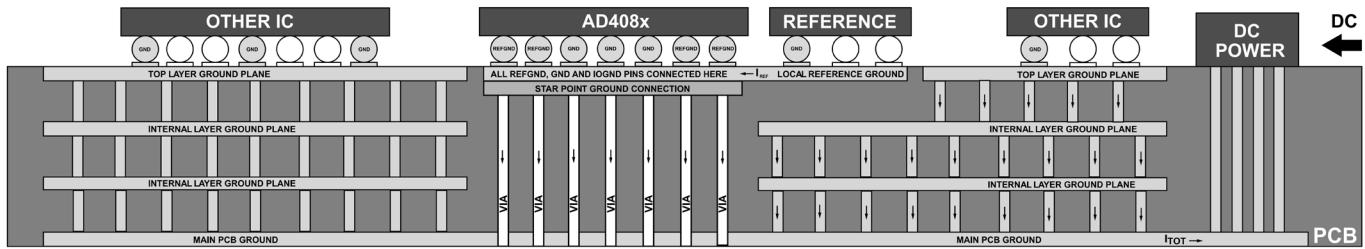

図 110. PCB グランド・プレーンの推奨レイアウト
- ▶ グランド・プレーンの分布を示す PCB ボードの側面断面図については、図 110 を参照してください。図 110 はグランド・プレーンのみを示しており、信号トラックは含まれていないことに注意してください。